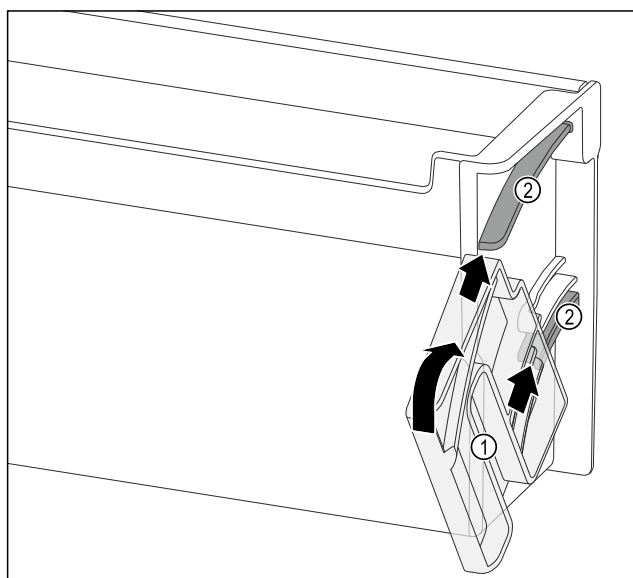

Fig. 100
- ▶ Otočnou jednotku Fig. 100 (1) umístěte tak, aby vybrání byla přesně proti vodícím kanálům Fig. 100 (2) dveřní přihrádky.
- ▶ Otočnou jednotku Fig. 100 (1) otočte do požadovaného směru.